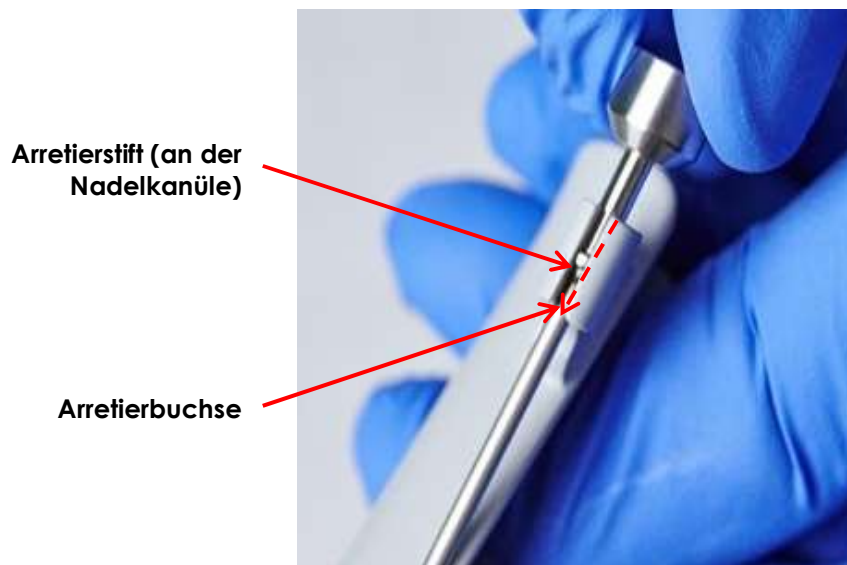

Abbildung 7: Arretieren der Nadelkanüle
2. Richten Sie den Arretierstift an der Arretierbuchse der Kunststoffkomponente aus und schieben Sie ihn durch die gesamte Arretierbuchse (siehe Abbildung 7).